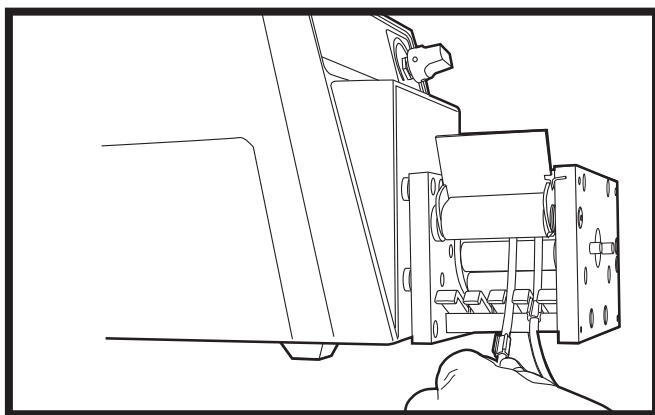

Abbildung 7, Schlauchstopper in den Klemmschlitz stecken.
3. Stopper am Schlauch in den Klemmschlitz an der Schlauchhalterung stecken (Abbildung 7).